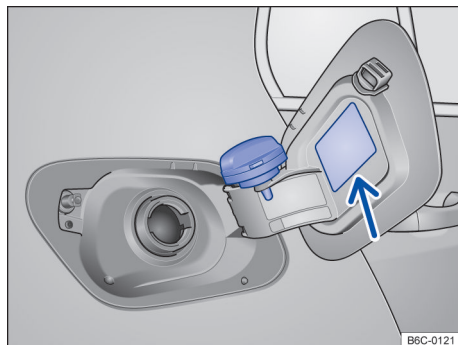

Fig. 120 Portinhola do tanque de combustível aberta com a tampa do tanque de combustível pendurada.
- Remover a tampa do tanque girando-a no sentido anti-horário e encaixá-la no suporte na portinhola do tanque → Fig. 120.